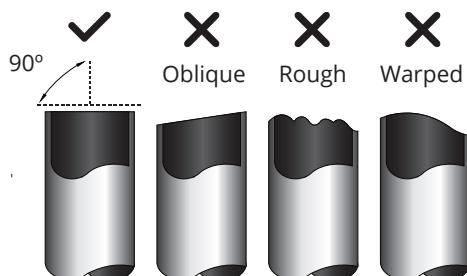

Fig. 7.4
- Asigurati-v-a ca unghiul de tajere este de 90° , perfect. Consultati fig. 7.4 pentru exemple de tajere imperfecta.